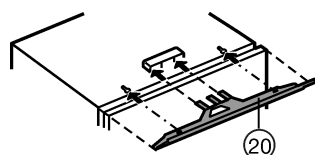

Fig. 8
- Fixer le cache de compensation Fig. 8 (20) au centre de l'appareil : le glisser dans le logement et le fixer dans les encoches.